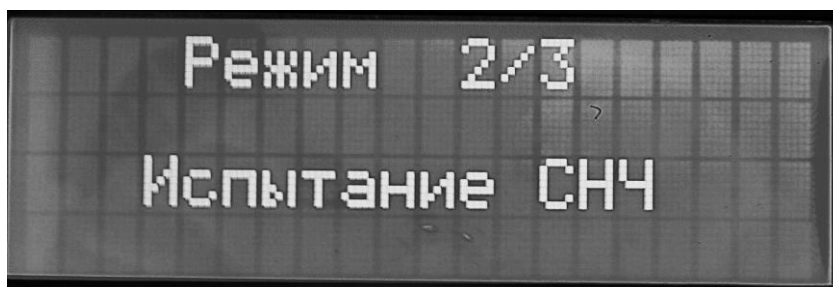

Рис. 9.
7.2.6. Кнопками «◀», «▶» или ручкой «↙» выбрать меню испытания сверхнизкой частотой. Это меню обозначено как «Режим 2/3. Испытание СНЧ» (рис.9).